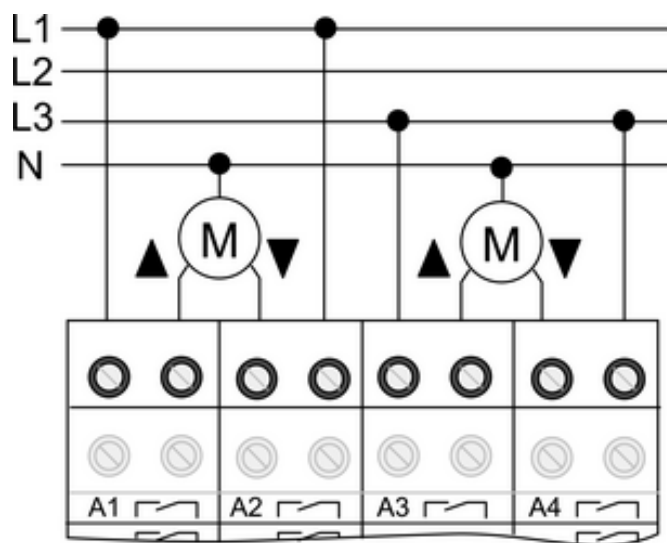

Figura 5
- Conectar accionamientos (figura 5).